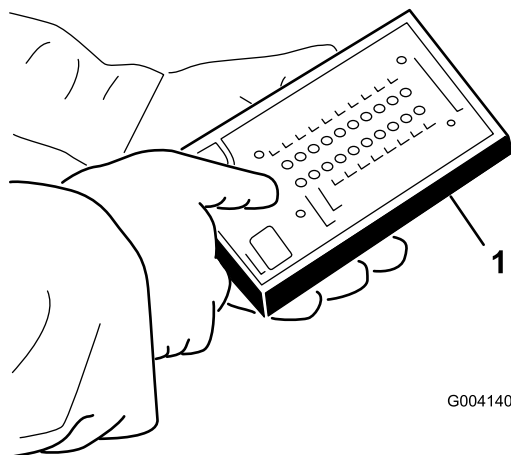

Bild 19
4. Schließen Sie den Stecker des ACE-Anzeigewerkzeugs am Diagnostikanschluss an (Bild 19).